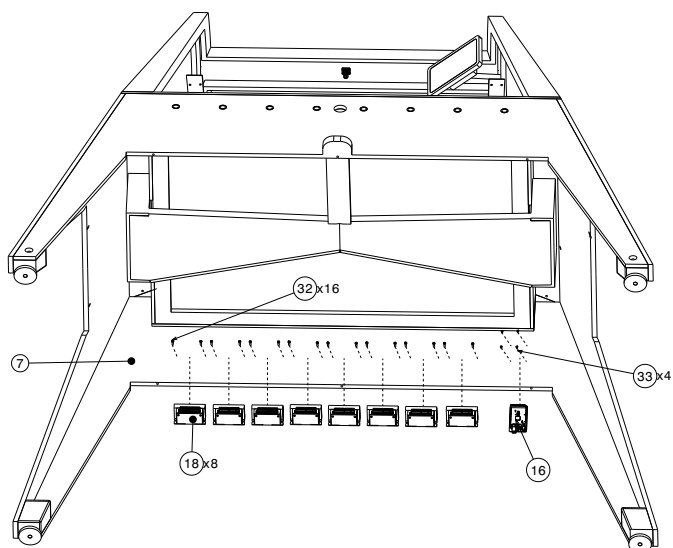
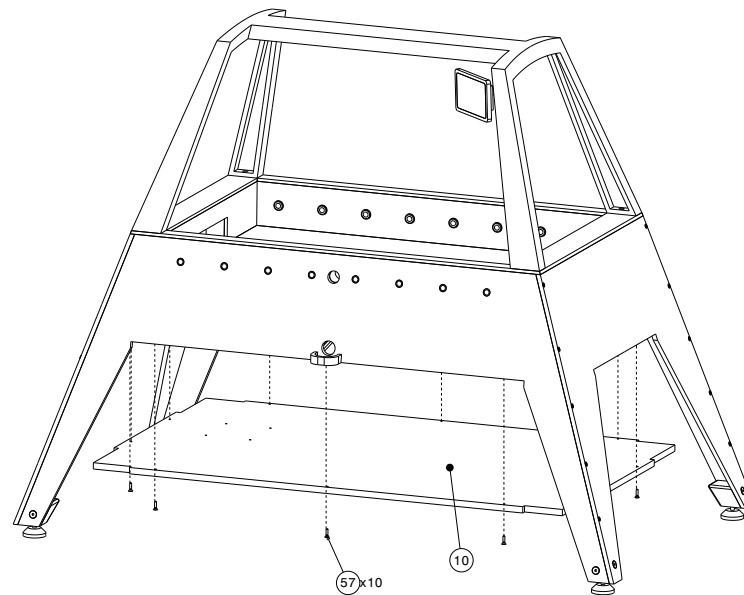

Figura 8 – Passo 8
Figura 9 – Passo 9
2 parafusos Fenda M4X16 (32) cada, totalizando 16 parafusos, figura 8. Ainda na parte de baixo, teremos o arduino (16) parafusado com 4 parafusos Fenda M3X8 (33). Para fechar, utiliza-se o tablado do fundo (10) parafusado com 10 parafusos Allen M6X25 (57) para encaixar com as laterais da mesa, figura 9.